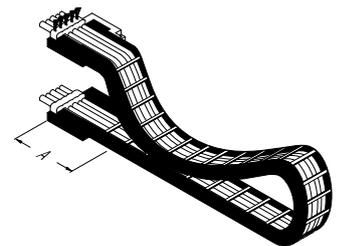

Fig. 2
– при наличии длинных, скользящих энергоцепей только на конце поводка (→ Fig. 2).